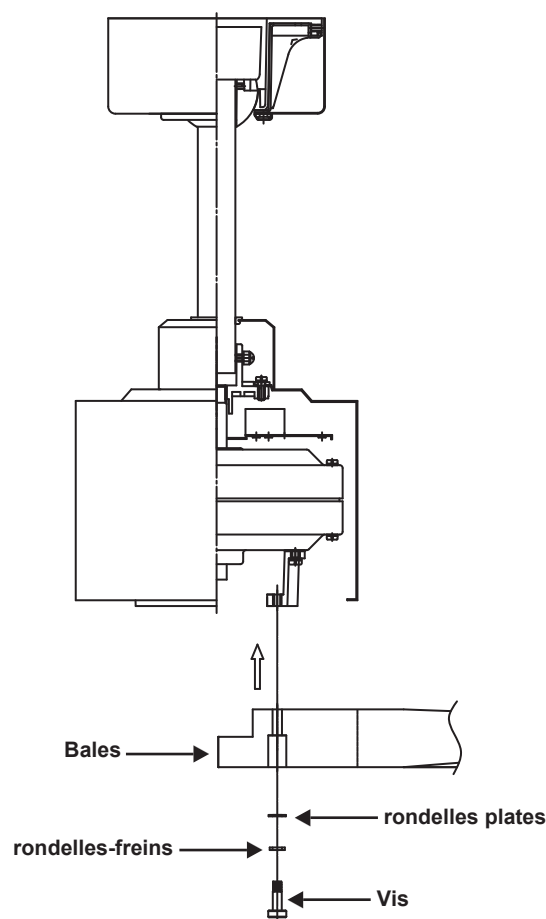

Figure 12
1. Fixer la pale au moteur à l'aide des vis fournies. (Fig. 12)
Installez une batterie de 23A/12V (incluse). Pour éviter d'endommager l'émetteur, retirez la pile s'il n'est pas utilisé pendant de longues périodes (Fig. 12 et 13)